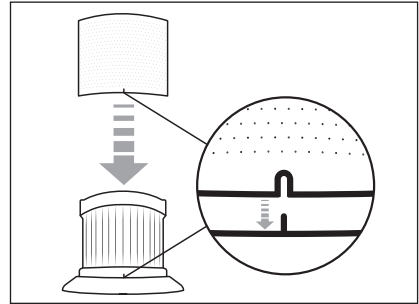

Abb. 14
- 5) Setzen Sie den Edelstahlfilter **6** auf den EPA-Filter **5** und schieben Sie ihn dann komplett auf den EPA-Filter **5**. Achten Sie dabei darauf, dass die Arretierung am EPA-Filter **5** in die Aussparung am Edelstahlfilter **6** greift (siehe Abb. 14).